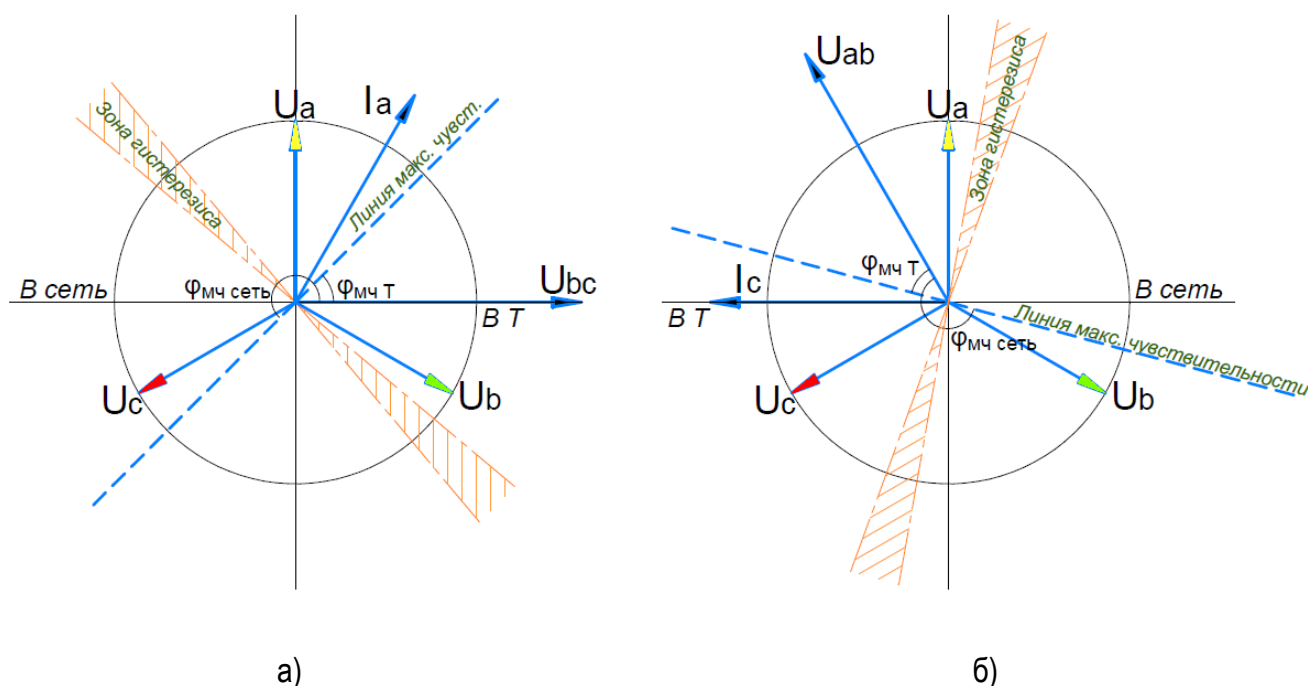

Рисунок 2.19 – Характеристики ОНМ МТЗ СН:
2.13.8 Орган направления мощности (рисунок 2.19) выполнен по 90-градусной схеме сочетания токов и напряжений  $I_a$  и  $U_{bc}$ ,  $I_c$  и  $U_{ab}$ . Направление мощности определяется по величине фазового угла между током и напряжением отдельно для каждой пары сигналов. Разрешение работы МТЗ НН2(СН) будет происходить по паре сигналов ОНМ с максимальным током. Углы максимальной чувствительности ОНМ в сторону трансформатора и в сторону сети задаются уставками «Фмч ОНМ – В Т» и «Фмч ОНМ – В сеть». Угол максимальной чувствительности откладывается от линейного напряжения, за положительное направление принято вращение против часовой стрелки. Для ОНМ направленного в трансформатор, рекомендуется выбирать угол максимальной чувствительности в диапазоне  $15^\circ \dots 60^\circ$ . Для ОНМ направленного в сеть, рекомендуется выбирать угол максимальной чувствительности в диапазоне  $195^\circ \dots 250^\circ$ . Величина тока работы ОНМ  $0,05 \cdot I_{ном}$ , величина напряжения работы ОНМ  $0,01 \cdot U_{ном}$ .